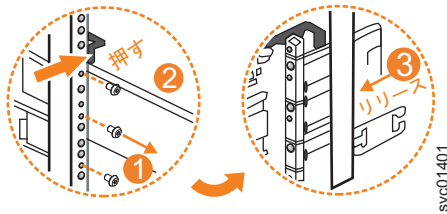

図 115. 背面フレーム・ブラケットからのレール・アセンブリの取り外し
3. 図 115 に示すように、内部レール・セクションを背面ブラケット・アセンブリに固定している 2 本のねじを取り外します。
4. 図 115 に示すように、レールを手前に引いて背面ブラケットから外します。